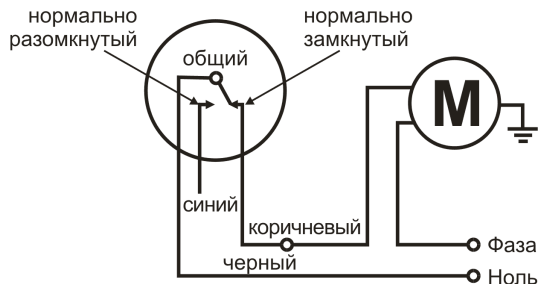

Рис. 5
3.1. Подключите коричневый провод поплавкового выключателя к электронасосу, а черный – к нулю, как показано на рис. 5.